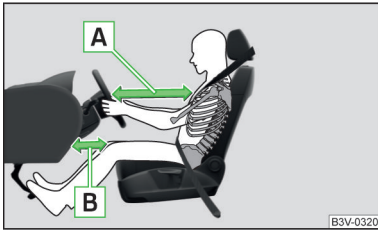

Fig. 9
- Il est important que le conducteur et le passager avant se tiennent à une distance minimum de 25 cm du volant et du tableau de bord » fig. 9 - A. Les airbags ne peuvent pas vous protéger si vous ne respectez pas cette distance - danger mortel ! Les sièges avant et les appuie-têtes doivent en outre toujours être ajustés en fonction de la taille des personnes.
- Régler le siège du conducteur en sens longitudinal de façon à ce que la distance entre les jambes et le tableau de bord à hauteur de l'airbag de protection des genoux soit de 10 cm au moins - » fig. 9 B. S'il n'est pas possible de remplir cette condition pour des raisons de taille corporelle, veuillez consulter un atelier spécialisé.